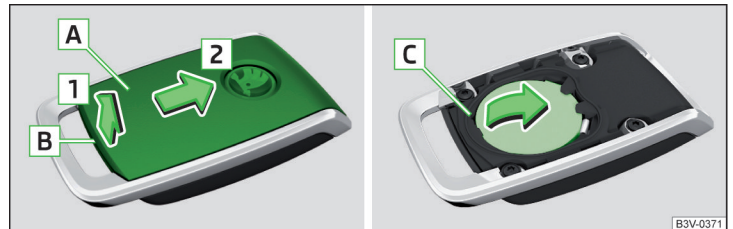

Abb. 350 Abdeckung aufklappen / Batterie herausnehmen
- › Mit einem dünnen Schlitzschraubendreher die Abdeckung **A** im Bereich **B** lösen » Abb. 350.